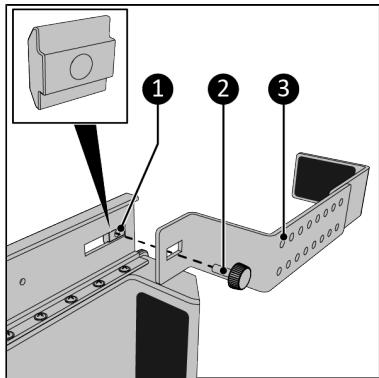

Figure 175.
7. Vissez le support (Figure 175, pos. 3) sur le rail principal situé à l'avant au moyen de la vis à bouton (Figure 175, pos. 2). Veillez à raccorder la vis à bouton à l'écrou coulissant (Figure 175, pos. 1).